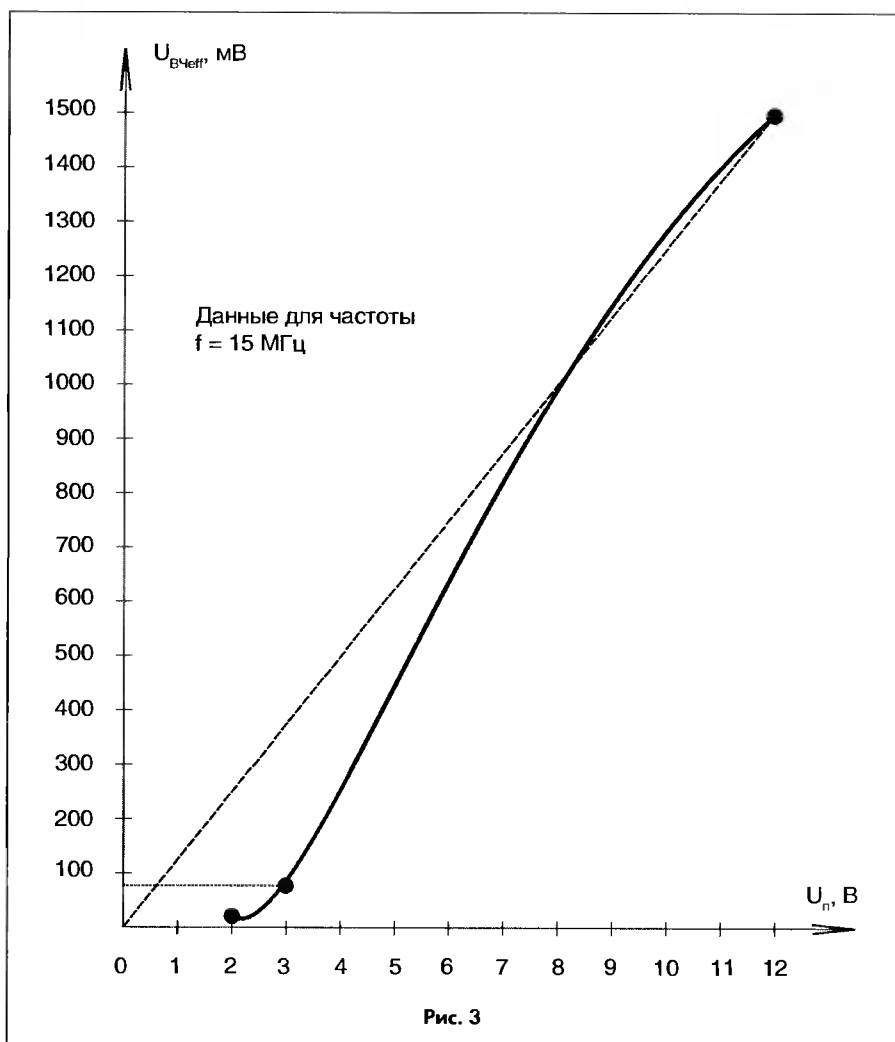

Рис. 3
На рис. 3 приведен график, построенный по экспериментальным данным, где чётко видно, что кривая имеет сильный изгиб только до значения напряжения питания 3 В.
Штриховая линия на рис. 3 соответствует теоретической зависимости (7), полученной с учётом упрощающих предположений об отсутствии изгибов на графике.
Согласно графику (рис. 3) при  $U_n \approx 12 \text{ В}$  имеем  $U_{ВЧ \text{eff.}} = 1,5 \text{ В}$ .
Тогда для двух точек ( $U_n = 3 \text{ В}$  и  $U_n = 12 \text{ В}$ ) согласно графику, приведенного на рис. 3, получаем:
Приведенный график (рис. 3) получен для  $f = 15 \text{ МГц}$ , поскольку рассмотренную схему чаще всего применяют для генерации частот в диапазоне до 30 МГц. Таким образом, имеются данные для середины наиболее часто используемого диапазона частот. Для других частот указанного диапазона график изменяется мало.